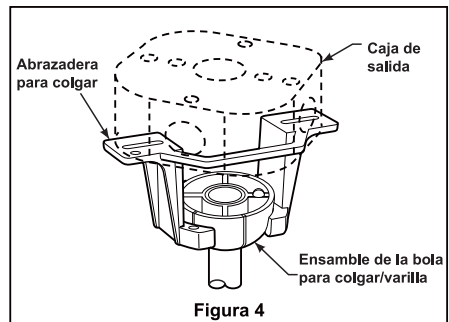

Figura 4
4. Enrosque el soporte de la varilla y alinee los orificios de la clavija de horquilla en ambas piezas. Instale la clavija de horquilla y asegúrela con la pinza de horquilla. Fije los dos tornillos de presión y las tuercas de seguridad en el soporte de la varilla interior. (Figura 4)
2. Levante cuidadosamente el ventilador y coloque el ensamble de la bola para colgar/varilla en la abrazadera para colgar que acaba de fijar a la caja de salida. Asegúrese de que la ranura de la bola esté alineada con la lengüeta de la abrazadera para colgar. (Figura 4)
- ☐ 3. Una vez realizadas las conexiones, gire los conductores hacia arriba y, con cuidado, colóquelos dentro de la caja de salida; con los conductores blancos y verdes hacia un lado y los conductores negros hacia el otro. (Figura 4)
- ☐ **4.** Para configurar el código del mando a distancia, Mueva los interruptores de código hasta colocar el código de selección en la posición arriba o abajo. Con un destornillador pequeño o con una lapicera (no se incluye) deslice firmemente hacia arriba o hacia abajo. (Figura 4)